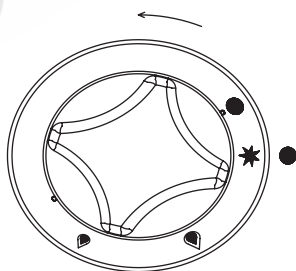

Fig.2
- FIG. 2: Para encender el piloto quemador, presione el mando y gire en sentido contrario a las agujas del reloj hasta la posición de